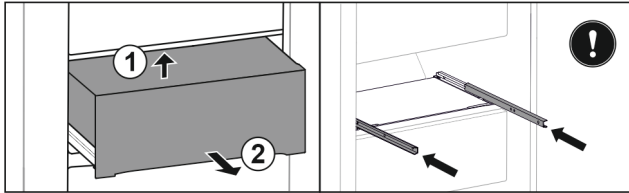

Fig. 133
- ▶ Повдигнете чекмеджето отдолу отзад. Fig. 133 (1)
- ▶ Извадете чекмеджето напред. Fig. 133 (2)